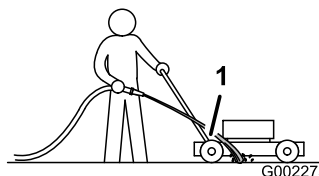

Figure 27
3. Tenez le tuyau d'arrosage à hauteur du guidon et dirigez le jet d'eau vers le sol, juste devant la roue arrière droite (Figure 27).